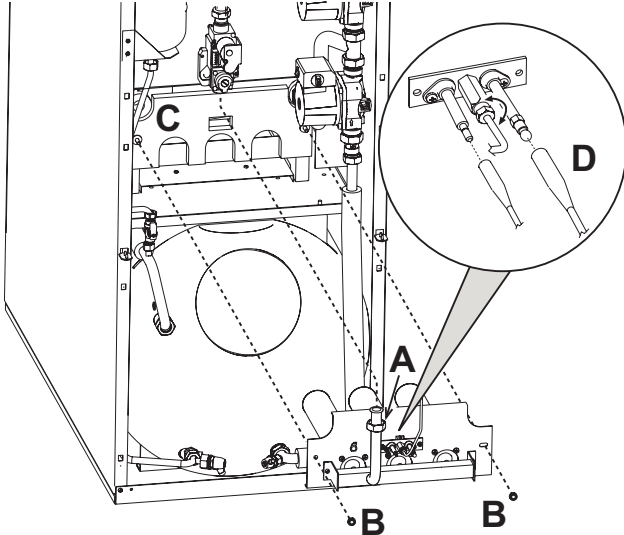

рис. 22 - Демонтаж горелок
- Развинтите две гайки крепления дверцы камеры сгорания к чугунным элементам корпуса котла (рис. 22)